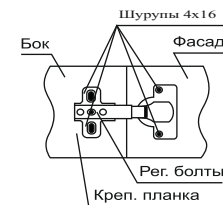

рис. 1
5. Полочки для ящиков необходимо приворачивать на боковины изделия отступая 1 см от края согласно разметке, до того как будет собрана вся секция целиком (рис. 1, 2).
5. Полозки для ящиков необходимо приворачивать на боковины изделия отступая 1 см от края согласно разметке, до того как будет собрана вся секция целиком (рис. 1, 2).